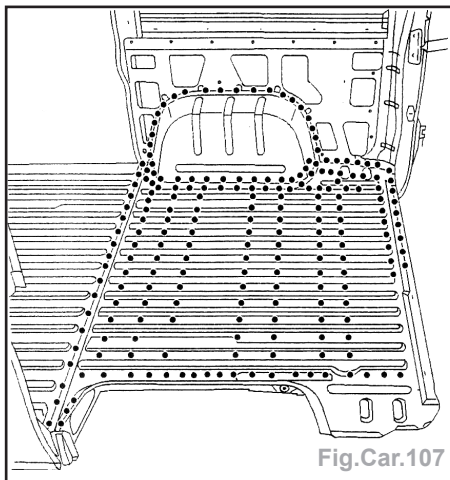

Fig.Car.107
- Poser le plancher AR (Fig.Car.107).